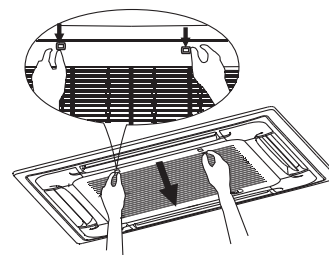

Рис. 6-1
- Одновременно потяните 2 зажима воздухозаборной решетки в направлении друг к другу, затем потяните их на себя (рис. 6-1).
2. Снимите воздухозаборную решетку (рис. 6-1)